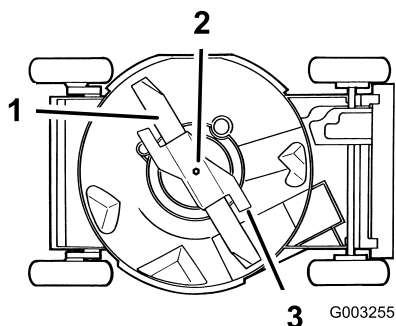

Figure 29
4. Basculez la tondeuse sur le côté **droit** (Figure 29).
Tenez la lame à son extrémité avec un chiffon ou un gant épais. Enlevez le boulon de lame, la rondelle de blocage, l'accélérateur et la lame (Figure 29).